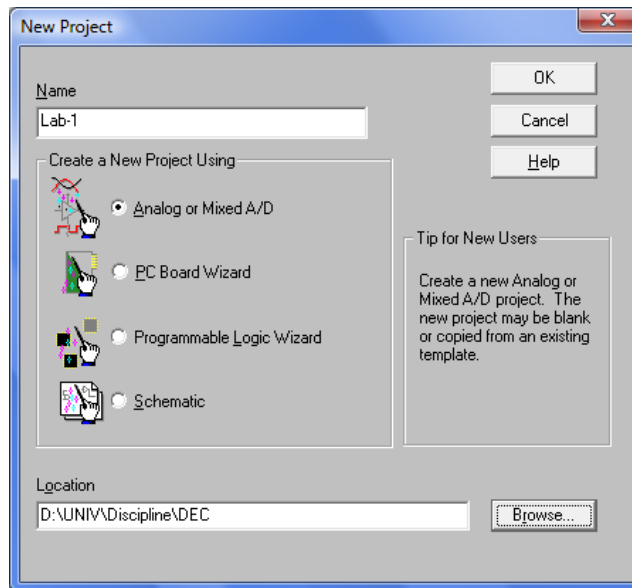

Fig. 1.
- Clic pe iconul  (Create **document**) sau **File - New - Project...** Apare fereastra din fig. 1: